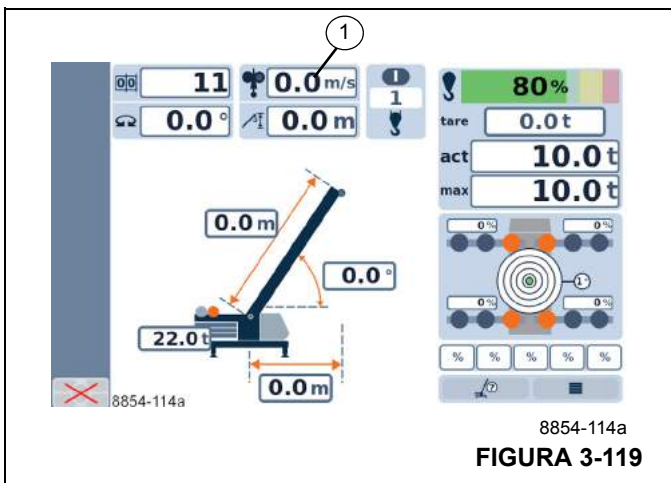

FIGURA 3-119
1	Se muestra en metros por segundo (m/s) o en la escala de Beaufort (B) (Figura 3-119)